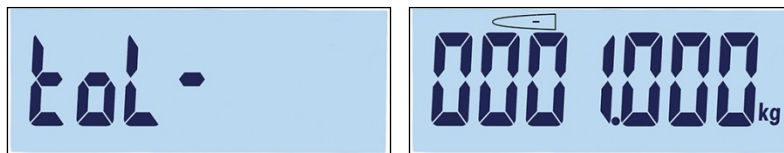

Figure 3-48 : Écrans Étiquette tolérance négative et Réglage
- L'écran de tolérance négative (**Tol -**) apparaît ensuite, suivi de l'écran de modification de la tolérance négative (Figure 3-48).